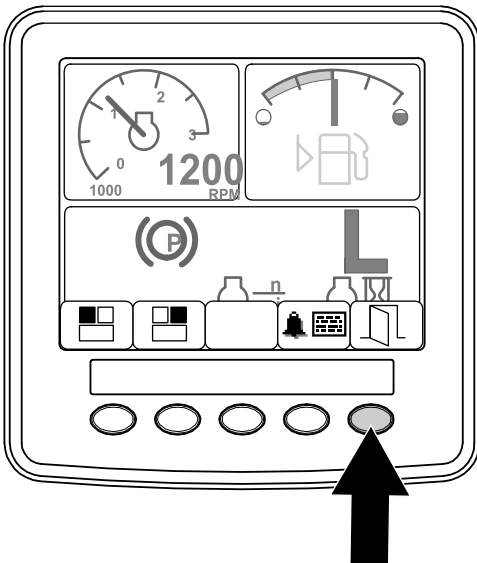

図 8
2. ボタン 5 を押すとメインメニューが表示される 図 8。